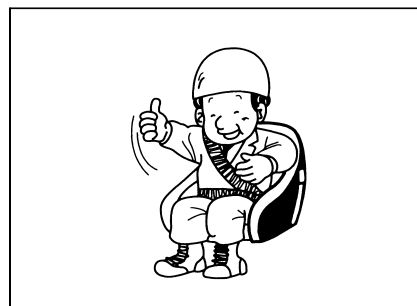

Рис. 1-65
- При работе оператор должен все время сидеть на подходящем месте в кресле, погрузчик должен все время находиться в управляемом состоянии. (рис. 1-65).